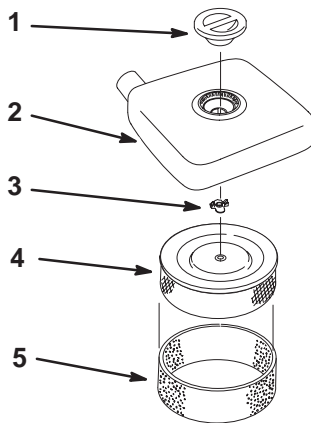

Figure 35
2. Nettoyez la surface autour du filtre à air pour éviter que des impuretés ne s'introduisent dans le moteur et l'endommagent. Dévissez le bouton et déposez le couvercle du filtre à air (Fig. 35).
3. Glissez délicatement l'élément en mousse hors de l'élément en papier (Fig. 35).
4. Dévissez l'écrou du couvercle et retirez l'élément en papier (Fig. 35).
1. Glissez délicatement l'élément en mousse sur l'élément en papier (Fig. 35).
2. Posez l'ensemble filtre à air sur sa base (Fig. 35).
3. Reposez le couvercle du filtre à air et fixez-le en place avec l'écrou (Fig. 35).